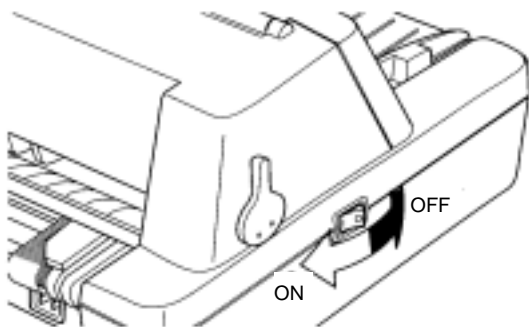

图 2-6 电源开关操作方式
- 电源开关操作方式（见图 2-6）
1. 打开电源（详见图 2-6）。